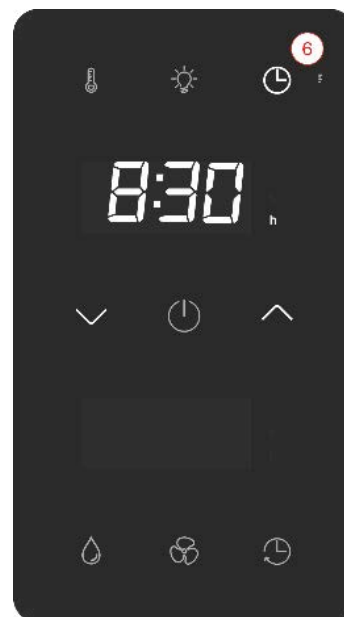

Abb. 14 Taste Vorwahlzeit
3. Um die Vorwahlzeit zu aktivieren, drücken Sie die „Vorwahlzeit-Taste“ (Abb. 14 / Pos. 6).